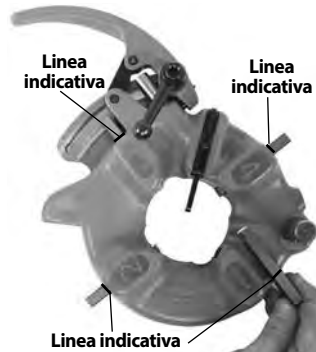

Figura 12 - Inserimento dei pettini
- Inserire gli opportuni pettini nella testa portapettini con il margine numerato rivolto verso l'alto, fino a quando la linea dell'indicatore sarà a pari con il margine della testa portapettini (vedere Figura 12). I numeri sui pettini devono corrispondere ai numeri sulle fessure della testa portapettini. Sostituire sempre i pettini come set - non mescolare pettini provenienti da set diversi.